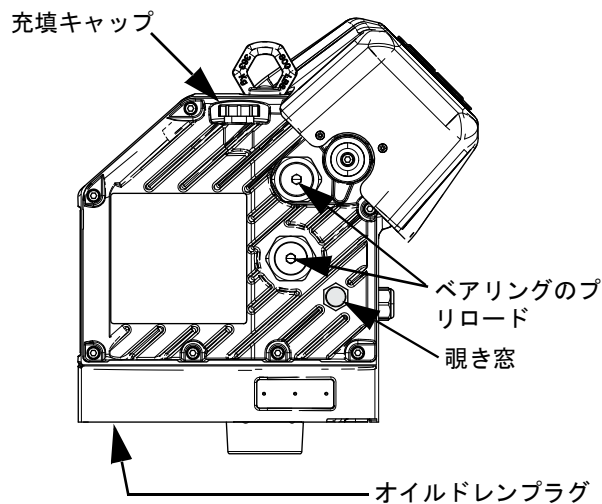

図 13: 覗き窓とオイル充填キャップ
3. オイルドレンプラグを取り外します。ドレンプラグの場所については図 13 を参照ください。ドライバーからすべてのオイルが排出されるまで待ちます。
下記の図 13 を参照ください。覗き窓のオイルレベル確認は定期的に行ってください。ドライバーが運転されていない場合、オイルレベルは覗き窓の中間点の近くである必要があります。オイルが少ない場合、フィルキャップを開け、Graco 部品番号 16W645 ISO 220 シリコンフリー合成 EP ギアオイルを追加します。